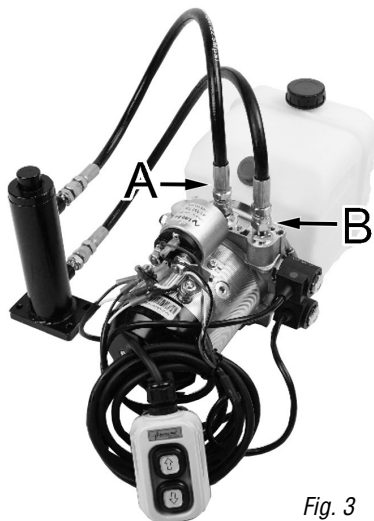

Fig. 3
3. Branchez le tuyau hydraulique reliant l'orifice A du bloc d'alimentation à l'orifice de l'embout de bielle du vérin de levage (fig. 3-A).
4. Branchez le tuyau hydraulique reliant l'orifice B du bloc d'alimentation à l'orifice de la base du vérin de levage (fig. 3-B).
1. Appuyez sur le bouton de la flèche HAUT (↑) sur la télécommande à main pour actionner le bloc d'alimentation et entraîner l'huile hydraulique depuis l'orifice B (fig. 3-B) vers l'orifice de la base du vérin de levage. L'huile provenant de l'orifice de l'embout de bielle du vérin de levage reviendra vers l'orifice A du bloc d'alimentation et retournera ensuite dans le réservoir (fig. 3-A).
2. Appuyez sur le bouton de la flèche BAS (↓) sur la télécommande à main pour actionner le bloc d'alimentation et entraîner l'huile hydraulique depuis l'orifice A (fig. 3-A) vers l'orifice de l'embout de bielle du vérin de levage. L'huile provenant de l'orifice de la base du vérin de levage reviendra vers l'orifice B du bloc d'alimentation et retournera ensuite dans le réservoir (fig. 3-B).